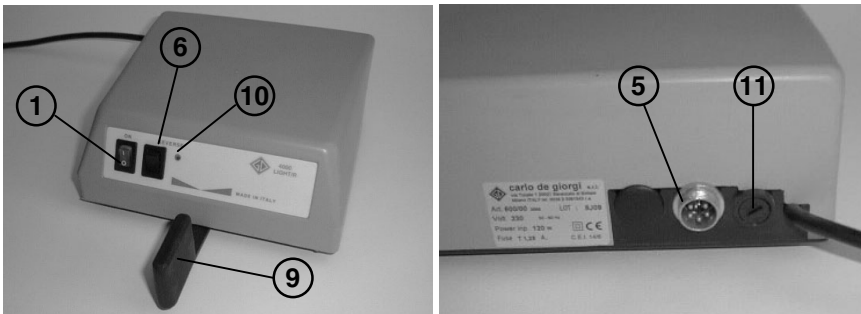

Abb. 2 (Untertisch-Modell)
In bezug auf Abbildung 1 für das Auftisch- sowie auf Abbildung 2 für das Untertisch-Modell sind nach Aufstellen des Geräts und bei Hauptschalter (1) auf OFF folgende Anschlüsse vorzunehmen:
- Fußtret-Schalter (2) an die Buchse (3) auf der Geräterückseite (nur bei Auftisch-Modell);
- Mikromotor mit Handstück (4) an die Buchse (5) auf der Vorderseite des Geräts (rückseitig bei Untertisch-Modell - s. Abb. 2);